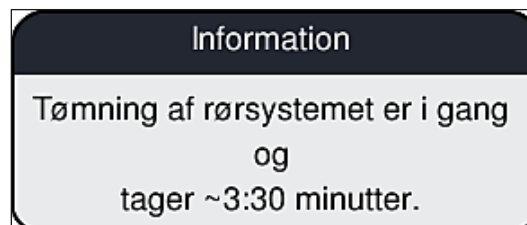

Fig. 106
6. På skærmen vises en meddelelse (→ Fig. 106), der informerer brugeren om varigheden. Denne meddelelse forsvinder, så snart luftpumpningen er færdig.